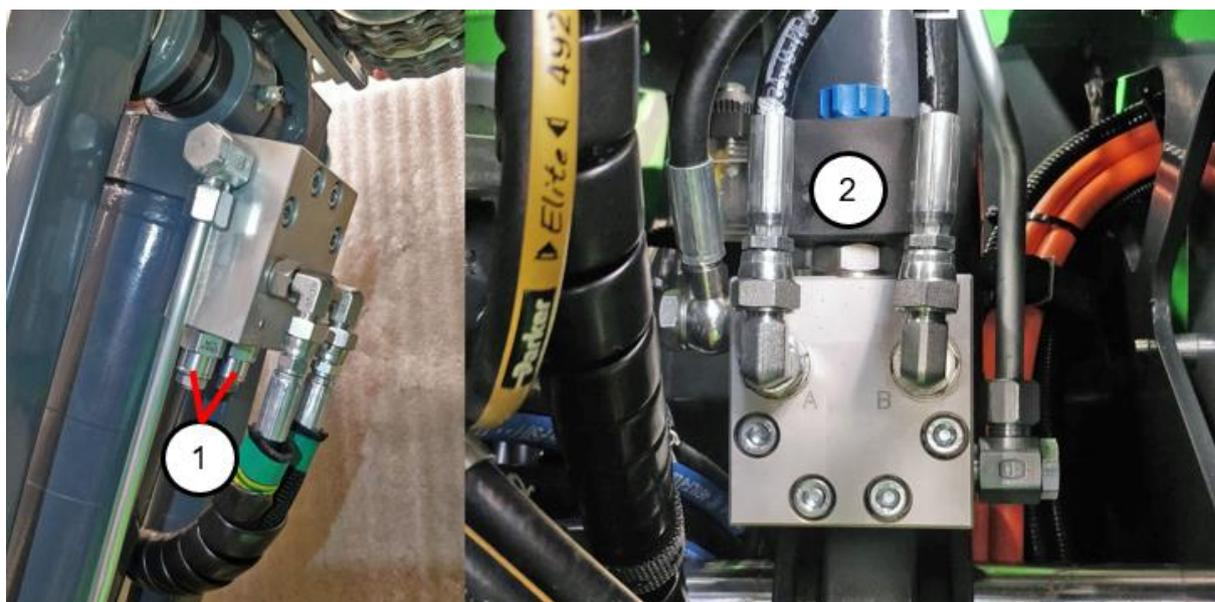

Figure 23 Collecteurs hydrauliques du vérin. Vérin JIB (gauche) et vérin de levage (droite).
Les broches de capteur de position sur les stabilisateurs doivent être nettoyées et graissées à l'aide d'une graisse résistante à l'eau (p.ex., Mobil XHP 222) pendant l'entretien annuel de l'élévateur à nacelle. La broche est retirée du stabilisateur en ouvrant la vis de verrouillage sur l'extrémité du stabilisateur (p. 44, figure 23, A). La broche est retirée par un ressort qui doit être retirée avant le graissage. Appliquez uniquement une mince couche (< 1 mm) de graisse sur la surface de la broche à l'aide d'une brosse par exemple. Après le graissage, installez à nouveau le ressort sur la broche et placez de nouveau la broche sur le stabilisateur et verrouillez-le soigneusement à l'aide de sa vis.
Les stabilisateurs sont surveillés à l'aide d'un commutateur inductif. Il existe un commutateur dans chaque stabilisateur qui surveille si un stabilisateur s'est posé au sol ou pas. La surveillance est basée sur une goupille à ressort, qui est poussée vers le haut lorsque le stabilisateur est posé au sol. Emplacement des commutateurs du stabilisateur illustré ci-dessous (Figure 23 (1)).